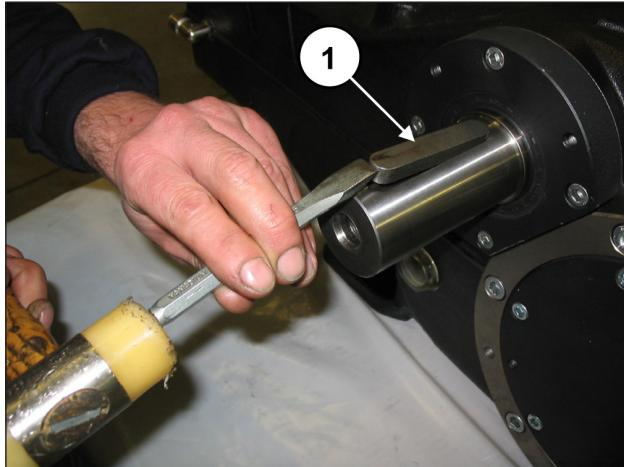

Рис. 7
Снимите шпонку с вала ВОМ (поз. ①, Рис. 7).